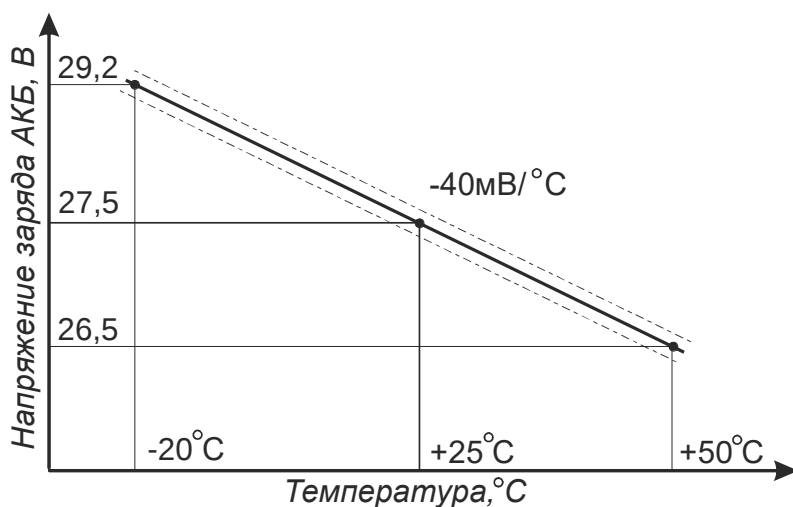

Рисунок 1 - Зависимость напряжения заряда от температуры
- подключить, соблюдая фазировку, сетевые провода к соответствующим клеммам колодки «СЕТЬ» (см. рисунок 1);